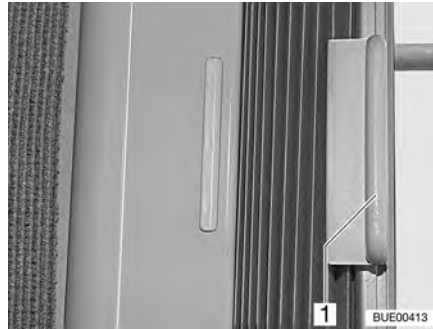

Fig. 23 Dispositif occultant plissé
*Ouvrir et fermer :* ■ Tenir le dispositif occultant plissé par la poignée (Fig. 23,1) et pousser vers la gauche ou la droite.